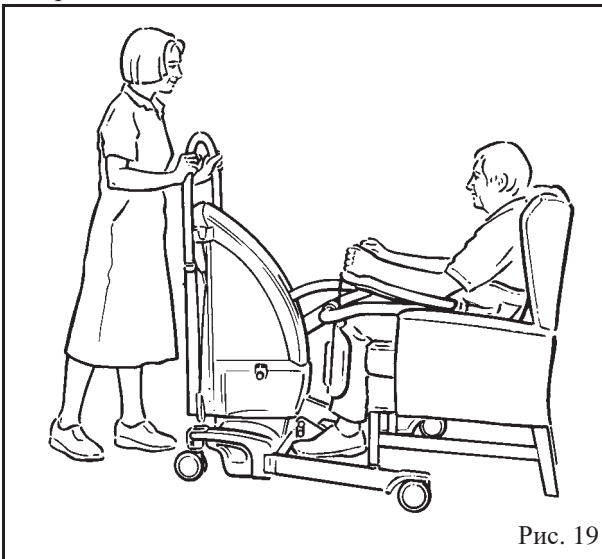

Рис. 19
4. Если возможно, пациент должен взяться за подлокотники Arc-Rest одной или обеими руками (см. рис. 19).